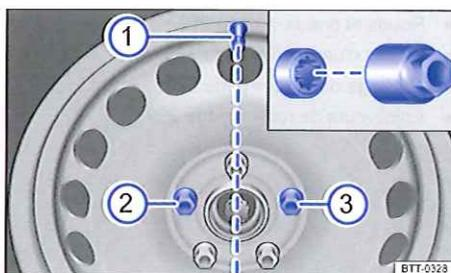

Fig. 224 Changement d'une roue : valve de pneu ① et emplacements de montage du boulon antiviol de roue ② ou ③.
Avant de remettre en place l'enjoliveur de roue plein, vous devez visser le boulon antivol de roue en position \Rightarrow fig. 224 ② ou ③. Il n'est sinon pas possible de monter l'enjoliveur de roue plein.
L'enjoliveur de roue plein doit être enfoncé sur la jante de telle sorte que la découpe de valve se trouve au-dessus de la valve du pneu \Rightarrow fig. 224 ①. Lorsque vous remettez en place l'enjoliveur de roue plein, veillez à ce qu'il s'encliquette correctement sur toute sa circonférence. \triangleleft
- Enfoncez l'adaptateur jusqu'en butée dans le boulon antivol de roue ⇒ fig. 224.
- Vissez dans le sens des aiguilles d'une montre le boulon antivolt de roue avec l'adaptateur sur la position ⇒ fig. 224 ② ou ③ et serrez-le légèrement.